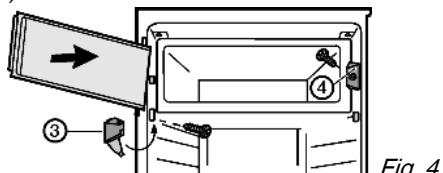

Fig. 4
- ▶ Установите запирающий элемент Fig. 4 (4).
- ▶ Установите опорный кронштейн Fig. 4 (3) и закройте крышку.